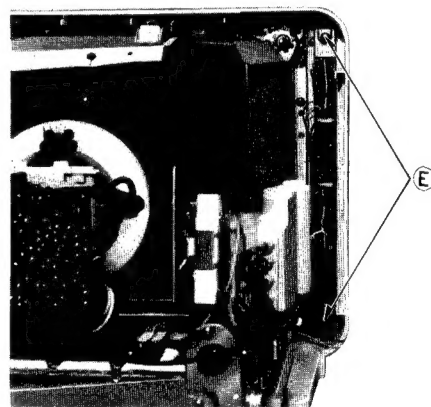

Fig. 6 Abb. 6
1. Remove 2 screws (E) as in Fig. 6
1. 2 Schrauben "E" wie in Abb. 6 entfernen.